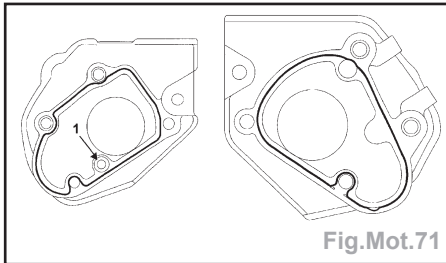

Fig.Mot.71
- Serrer les écrous et les goujons (12) et (13) au couple de **2,2 daN.m**.
- Déposer un cordon de **Three bond** d'une largeur de 2 à 3 mm sur les carters intérieurs de distribution des arbres à cames (Fig.Mot.71).